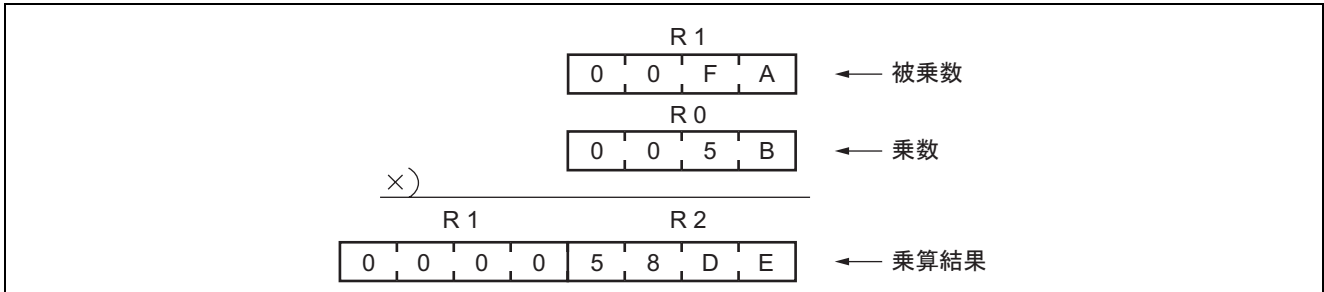

図 3 上位ビットを使用しない乗算例
- 図 3 のように上位ビットを使用しない場合は、上位ビットに"0"を設定してください。"0"を設定していない場合、上位ビットに設定されている不定のデータを含めて乗算されるため、正確な乗算結果は得られません。